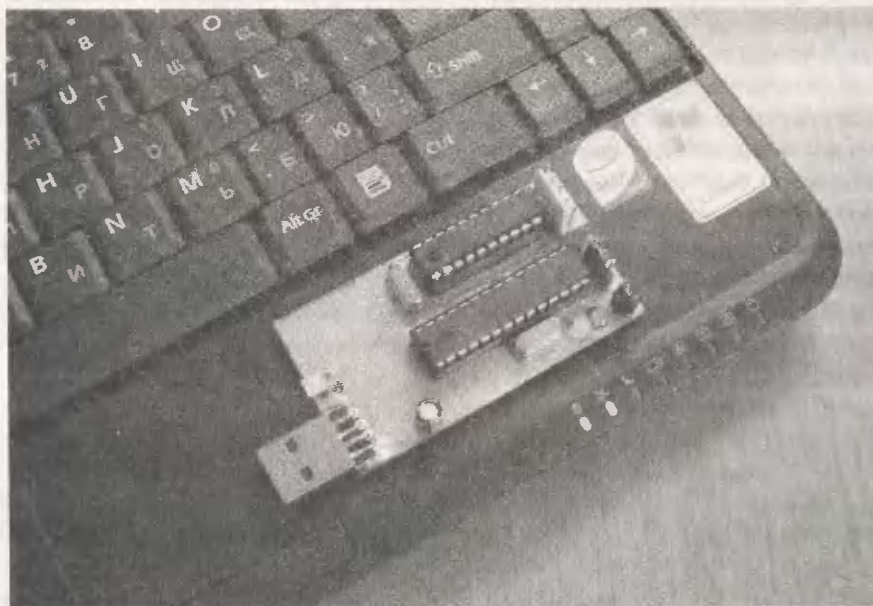

Рис. 2. USB программатор AVR910-M
- USB программатор AVR910-M (см. рис. 2)